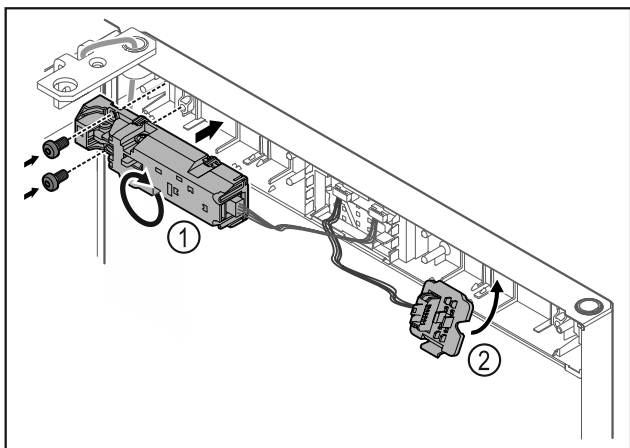

Fig. 11
- ▶ Разверните замок дистанционного открытия Fig. 11 (1) на 180° и прикрепите на противоположной стороне.
- ▶ Зафиксируйте держатель штекера Fig. 11 (2) на противоположной стороне.*